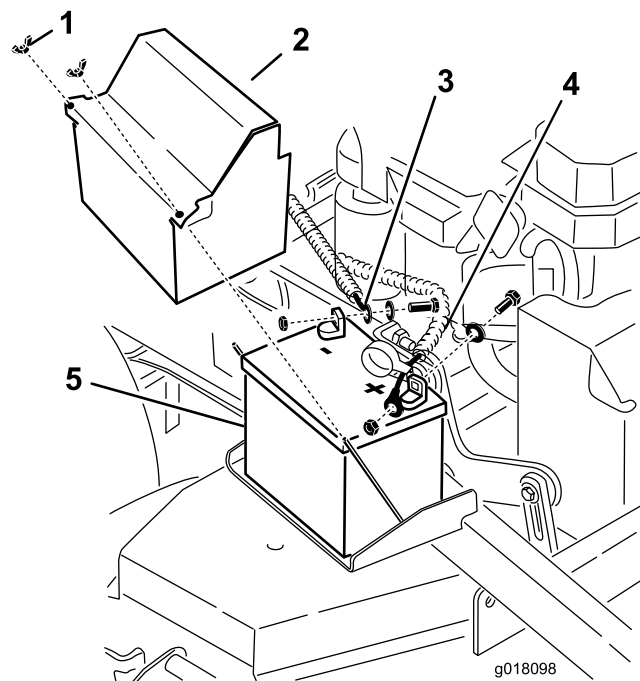

Figure 53
3. Enlevez le capuchon en caoutchouc noir qui protège le câble négatif. Débranchez le câble négatif de la borne négative (-) de la batterie (Figure 53).
4. Enlevez le capuchon rouge de la borne positive (rouge) de la batterie. Débranchez ensuite le câble positif (rouge) de la batterie (Figure 53).
5. Déposez la plaque de maintien de la batterie (Figure 53) et enlevez la batterie.
1. Placez la batterie sur la machine (Figure 53).
3. Commencez par relier le câble positif (rouge) à la borne positive (+) de la batterie avec un écrou, une rondelle et un boulon (Figure 53). Glissez le capuchon de caoutchouc sur la borne de la batterie.
4. Reliez ensuite le câble négatif et le câble de masse à la borne négative (-) de la batterie avec un écrou, une rondelle et un boulon (Figure 53). Glissez le capuchon de caoutchouc sur la borne de la batterie.